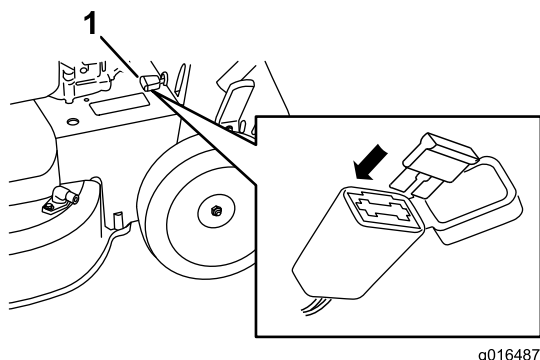

Figura 35
1. Aprite il portafusibili sigillato e sostituite il fusibile (Figura 35).